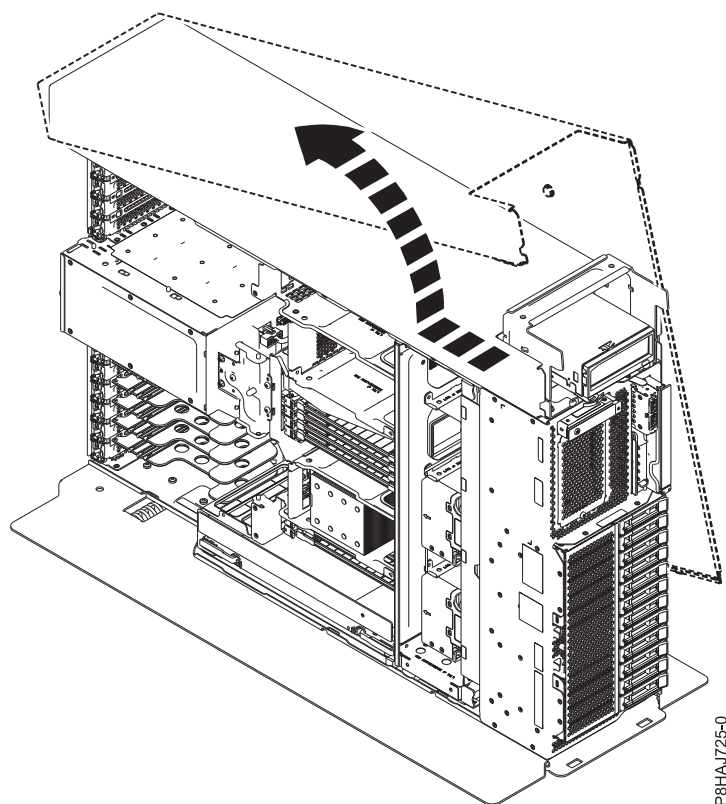

Figure 54. Retrait du capot latéral du système 8286-41A
5. Séparez le capot latéral du système en le faisant coulisser dans la direction indiquée figure 54.